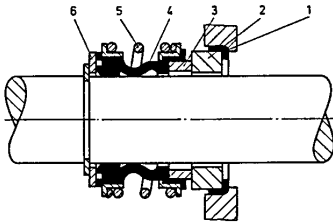

Fig. 6.2.3.4a
1. Cierre de anillo deslizante cargado, independiente del sentido de giro con fuelle de elastómero (fig. 6.2.3.4a)